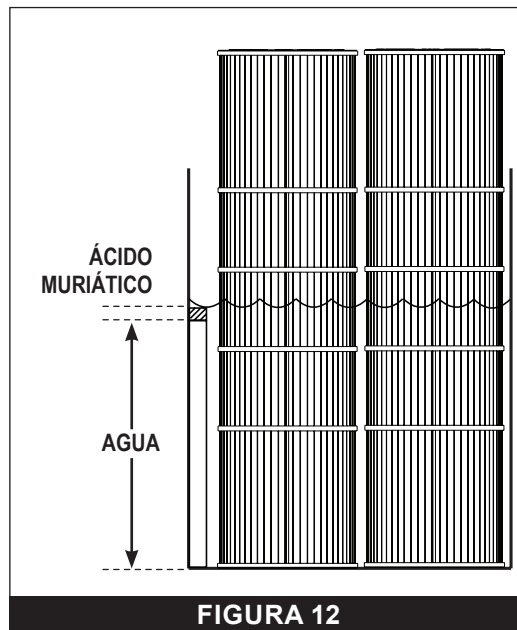

FIGURA 12
3. En un recipiente de plástico grande, cree una solución con una parte de ácido muriático por veinte partes de agua. Consulte **FIGURA 12**.